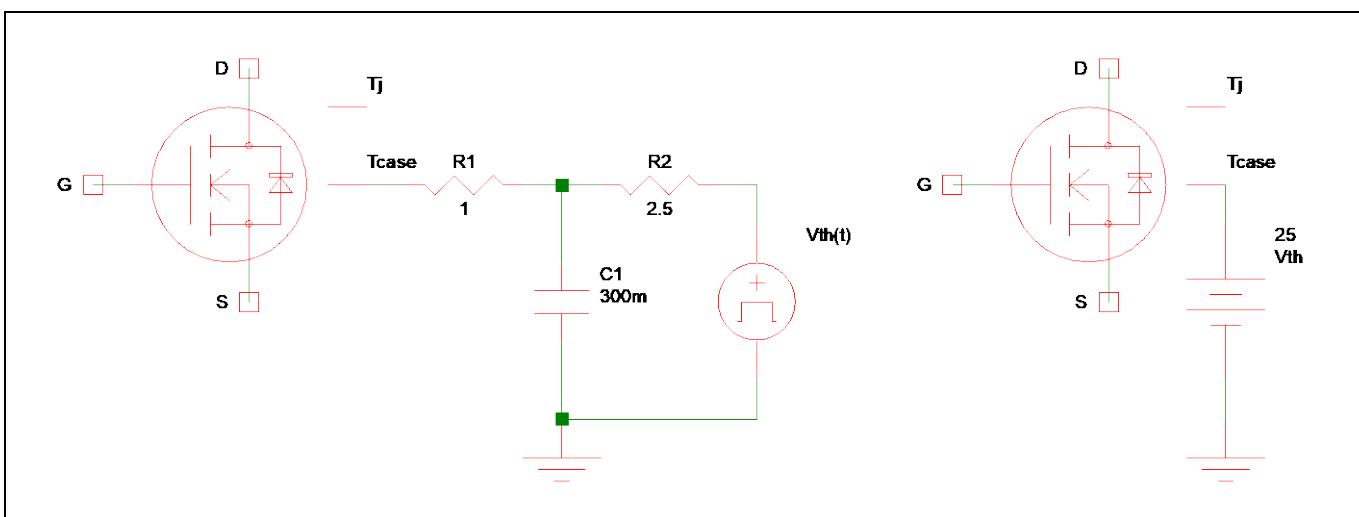

Figure 5 外部熱ネットワークの接続
- 2 番目のサーマルピンは T_{case} (または、ダイモデルでは T_{pad})です。このピンを接続する必要があります。 T_{case} ピンとグランド電位の間に外部抵抗-コンデンサ-ネットワークを追加できます。熱ネットワークの右側の端子は、周囲温度を定義するために熱源に接続する必要があります(Figure 5 を参照)。一方、これらのピンを短絡すると、最適な熱伝達がモデル化されるネットワークにつながります。
Figure 5 に、外部ヒートシンクを備えたシミュレーション回路の例を示します。左側の図では、R₁ はヒートスラグとヒートシンクの間のインターフェースの R_{th} を示します。C₁ と R₂ は、使用済みヒートシンクの熱容量 (C₁) と R_{th} から環境 (R₂) までのパラメーターです。 V_{th} 信号は、シミュレーションの環境温度の動作を表します。